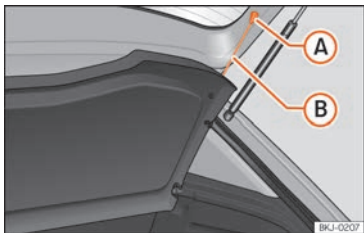

Abb. 112 Im Gepäckraum: Gepäckraumabdeckung aus- und einbauen.
- Hängen Sie die Haltebänder »» Abb. 112 (B) aus den Aufnahmen (A) aus.
- Hängen Sie die Haltebänder »» Abb. 112 (B) an der Heckklappe ein.